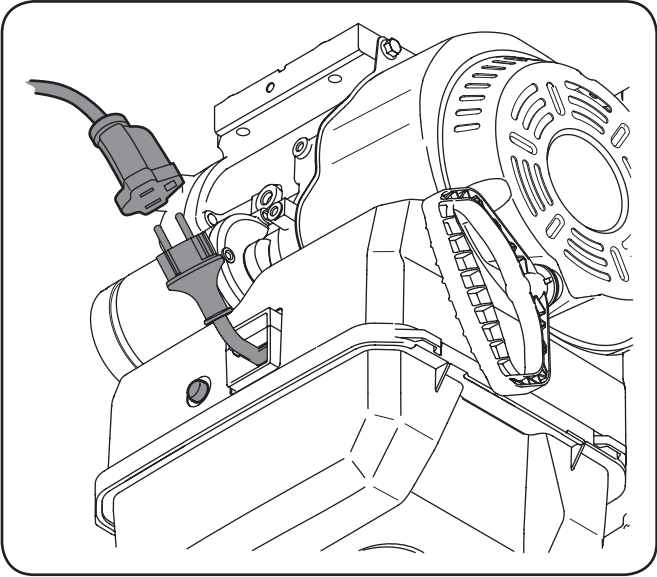

Figure 3-4
- REMARQUE** : Sur les réservoirs avec un indicateur de niveau de carburant, remplissez le réservoir jusqu'à ce que le carburant atteigne le repère « fuel full ». Voir la Figure 3-4. Tous autres réservoirs de carburant, remplissez le réservoir jusqu'à 1/2 po en dessous de la base du goulot de remplissage pour laisser de la place pour l'expansion du carburant. Prenez soin de ne pas remplir excessivement.
REMARQUES : Branchez toujours d'abord le cordon électrique à la prise du moteur, puis branchez-le à la prise murale. Voir la Fig. 3-4.